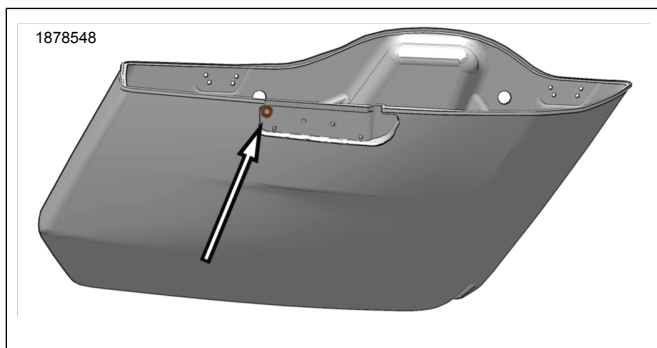

Figura 2. Locul de perforare a orificiului în partea superioară a desăgii
1. A se vedea figura 2. Perforare orificiul superior pe desăgă pentru trecerea firului.